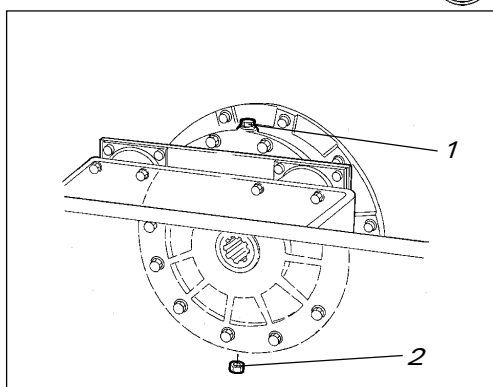

Рис. 22 Правая сторона вальца
Очистить заливную заглушку и заглушку уровнемера масла. Отвинтить заливную заглушку (1); см. рис. 22.
Залить масло через штуцер (1) (Рис. 22), пока масло не начнет перетекать через край. Когда утечка масла прекратится, - заливку закончить.